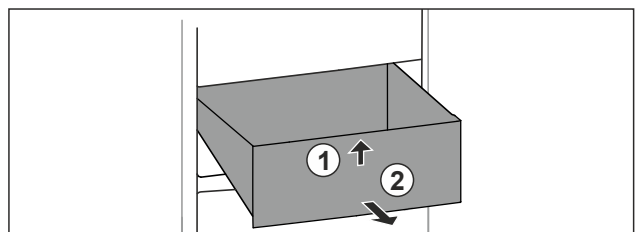

Fig. 114
- ▶ 抬起抽屉前部。 Fig. 114 (1)
- ▶ 朝前取出抽屉。 Fig. 114 (2)